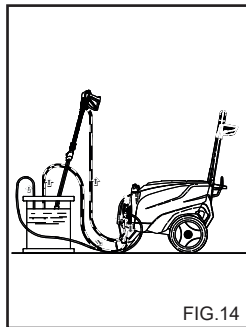

FIG. 14
**OPERAÇÕES PARA A UTILIZAÇÃO DE PRODUTO ANTICONGELAMENTO. (Fig. 14)**